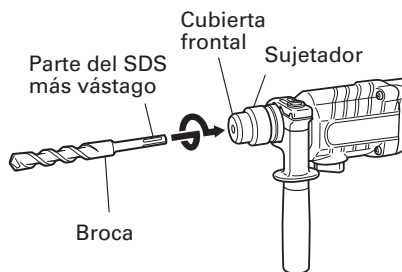
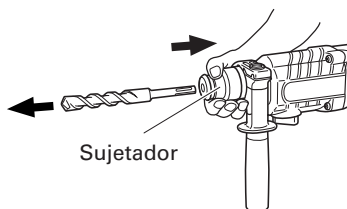

Fig. 2
Fig. 3
6. Montaje de la broca (Fig. 2)
- (1) Limpie la parte del vástago de la broca de taladro.
- (2) Inserte la broca de taladro girando en el sujetador de la herramienta hasta que se asegure bien. (Fig. 2)
- (3) Verifique si esta bien asegurado tirando de la broca de taladro.
- (4) Para extraer la broca, tire completamente de la empuñadura en el sentido de la flecha y tire hacia afuera de la broca. (Fig. 3)